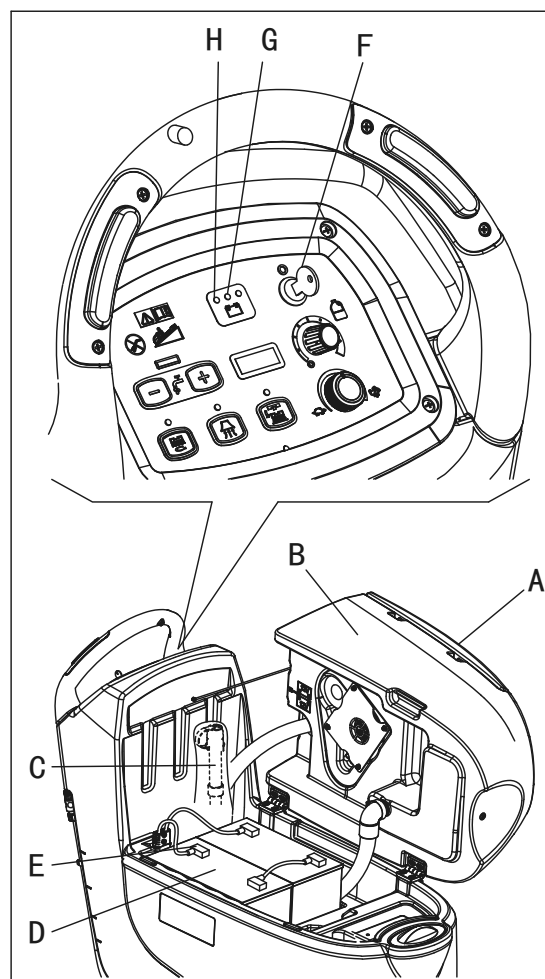

Figure 16
1. Ouvrir le couvercle (A, Fig. 16) et vérifier si le réservoir d'eau de récupération (B) est vide; sinon, le vider par le tuyau de vidange (C).
3. Tourner la clé de contact (F) sur "0".
4. Soulever délicatement le réservoir (B).
- Vérifier le niveau d'électrolyte dans les batteries (D); si nécessaire, en rajouter à travers les bouchons (E).
- Laisser tous les bouchons de la batterie (E) ouverts pour le chargement suivant.
- Si nécessaire, nettoyer la surface supérieure des batteries (D).